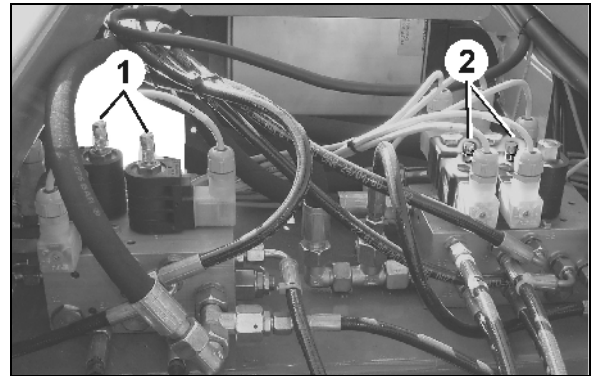

Bild 126
- 3.1 Fäll sidosektionerna: dra ut två ventilstift (Bild 126/1) ur ventilerna och spärra genom att vrida 45 grader.
- 3.2 Spårmarkörer: dra ur två ventilstift (Bild 126/2) ur ventilerna.
Sätt tillbaka ventilstiften (Bild 126/1,2) i normalläge.